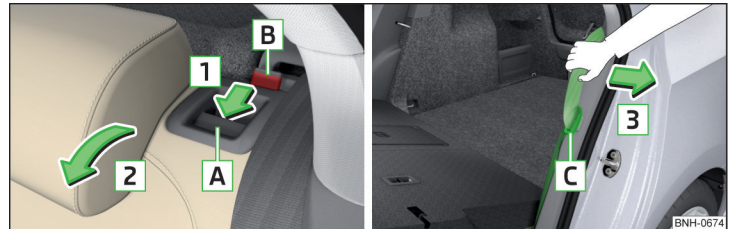

Abb. 73 Sitzlehne vorklappen / Bereitschaftsstellung des Sicherheitsgurts
- › Die Schlosszunge **C** des Sicherheitsgurts in die Öffnung in der Seitenverkleidung stecken - Bereitschaftsstellung » Abb. 73.
- › Den äußeren Sicherheitsgurt zur Seitenverkleidung in Pfeilrichtung **3** ziehen » Abb. 73.